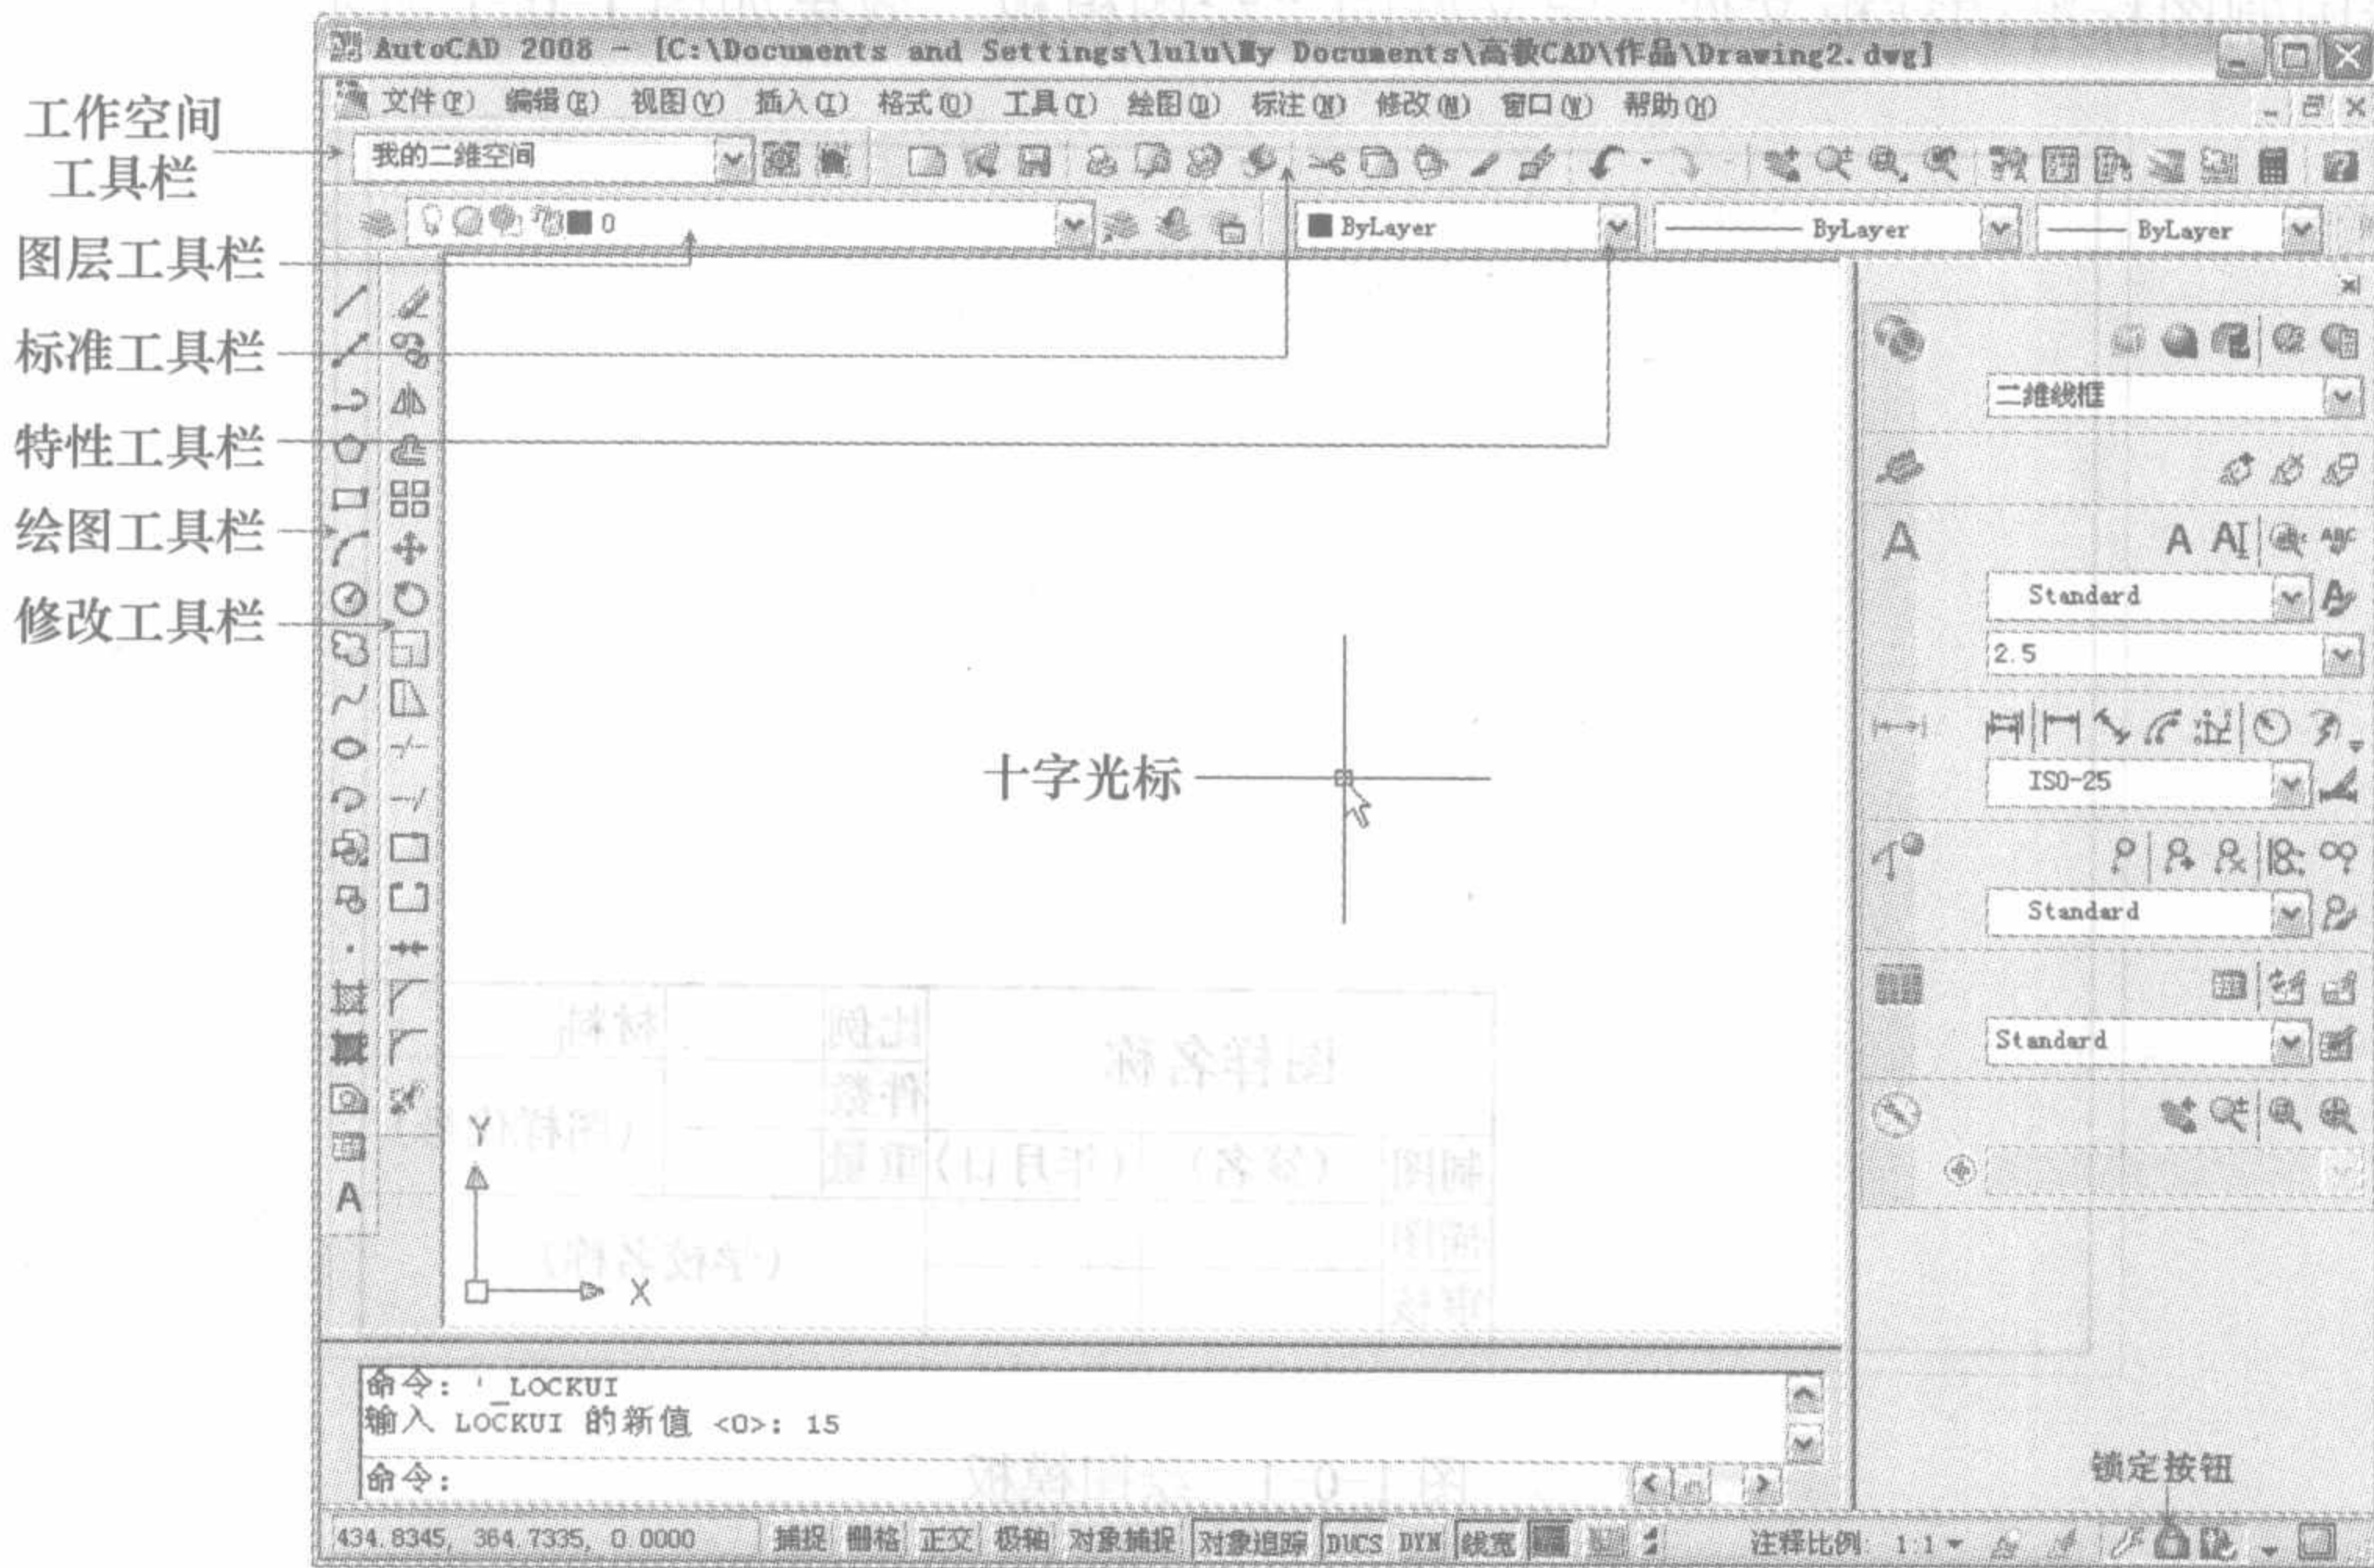

图 1-1-1 定义工作空间
定义工作空间是“创建绘图模板”项目最基本的任务,只有定义好工作空间后,才能更好的进行其他任务的操作,定义“我的工作空间”效果如图 1-1-1 所示。本任务要求根据二维绘图的需要,设置绘图环境、工作空间界面的颜色、十字光标的大小、捕捉标记、自动保存的时间等参数,再将设置好的工作空间保存下来,方便绘图时调用。通过该任务,可以掌握工作空间的设置、保存等基本功能的应用。“定义工作空间”的制作方法如下。
(3) 在顶部的“工作空间”工具栏上单击右键，调出工具栏快捷菜单，在该菜单中单击选中“标准”、“绘图”、“修改”、“图层”和“特性”命令，即可在这 5 个命令的前面显示出一个 ✓ 符号，表示这些命令为使用状态，同时将这 5 个工具栏显示在工作界面中。
(4) 使用上述方法将“标准注释”工具栏关闭，将“标准”工具栏拖曳到“工作空间”工具栏的右侧；将“图层”和“特性”工具栏拖曳到“工作空间”工具栏的下面；将“绘图”和“修改”工具栏拖曳到工作空间的左侧，完成后的效果如图 1-1-1 所示。